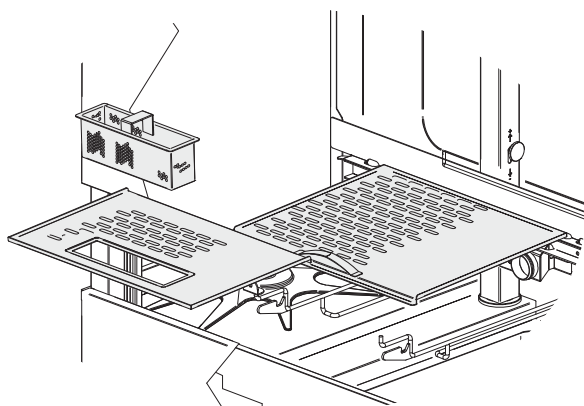

fig. 8
- Avec la cuve vide retirer les filtres des cuves et des pompes (voir fig. 8 - 9). Faire attention que les résidus de lavage présents dans les filtres ne tombent dans les cuves. Nettoyer les filtres avec une brosse rigide sous un jet d'eau puissant.